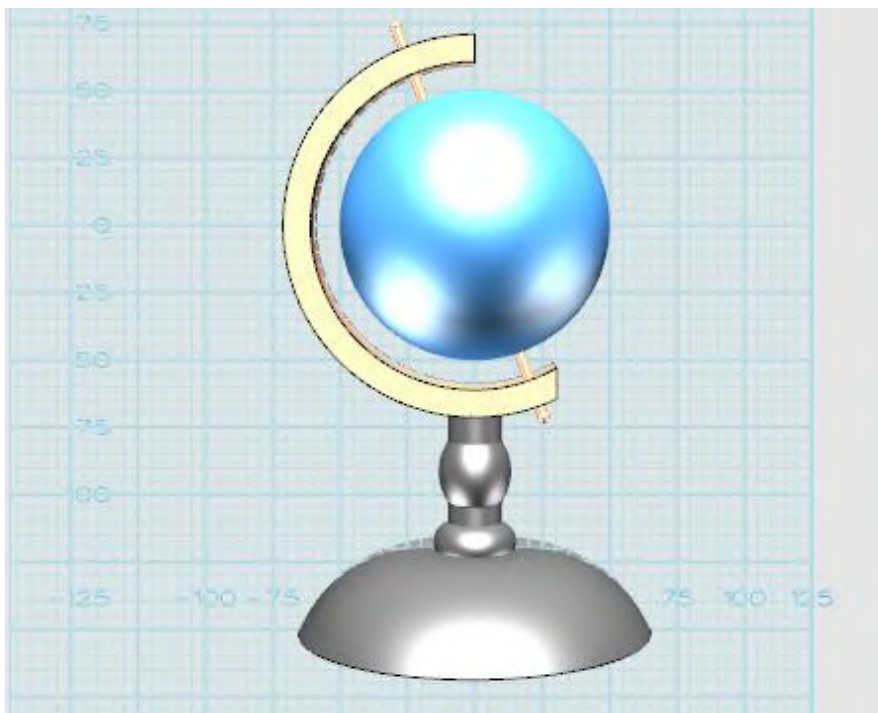

图 1-11
Step 11 地球仪模型渲染完毕，如下图 1-11 所示：